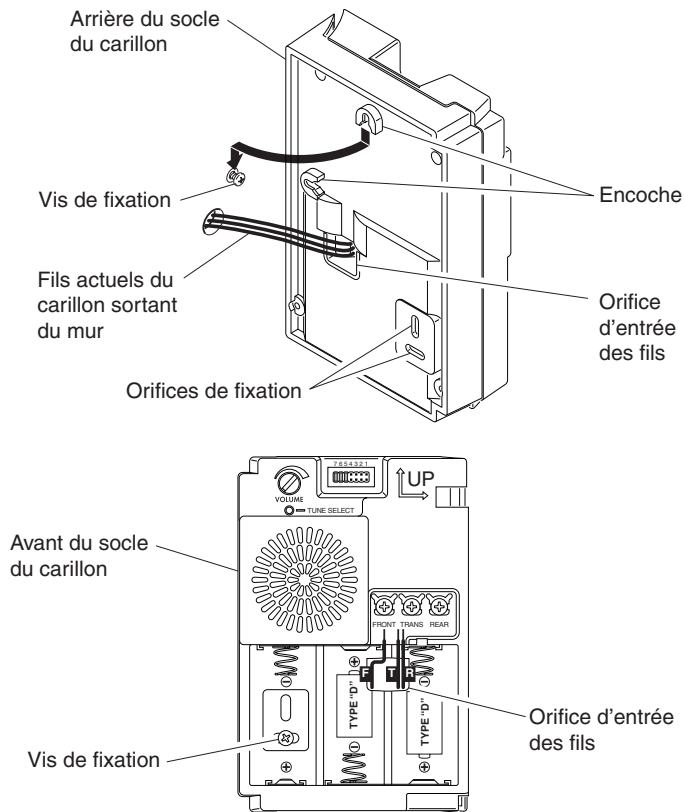

Figure 6
2. Fixez le socle au mur, au moyen des ancrages et des vis fournis (voir la Figure 6). Percez des orifices de 5.5 mm (7/32 po) pour les ancrages muraux.
- Insérez la seconde vis dans la rainure horizontale du bas du compartiment des piles, puis fixez-la solidement au mur (voir la Figure 6).